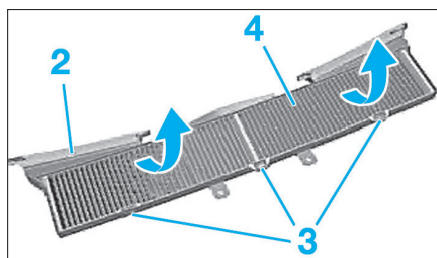

Fig. 3
- Défaire les crantages (3) (Fig.3).
- Détacher le filtre (4) de l'ensemble (2).